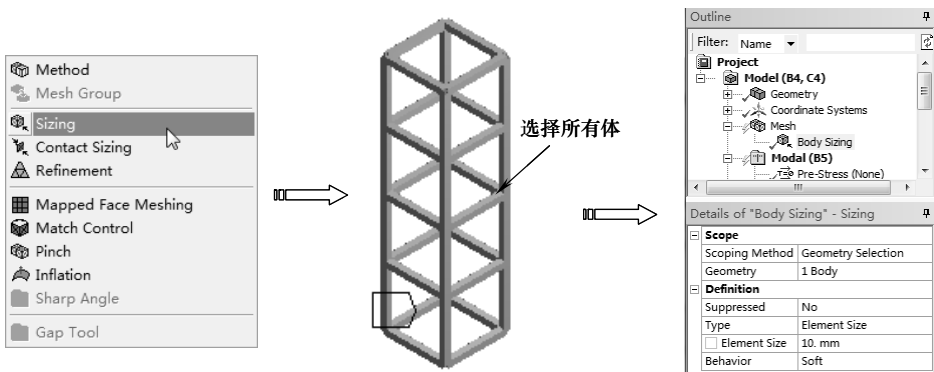

图 6-75 设置网格尺寸
2) 在【Outline (分析树)】中选择【Mesh】节点，单击【Mesh】工具栏上的【Mesh Control (网格控制)】|【Sizing (尺寸)】命令，单击【图形】工具栏上的选择模式下的【Box Select (框选)】按钮 ，然后再单击【Body (选择体)】按钮 ，在【Details of “Body Sizing” Sizing】列表中单击【Scope】选项下的【Scoping Method】项，框选所有实体，单击【Geometry】项中的【Apply】按钮完成，在【Element Size】文本框中输入 10mm，如图 6-75 所示。